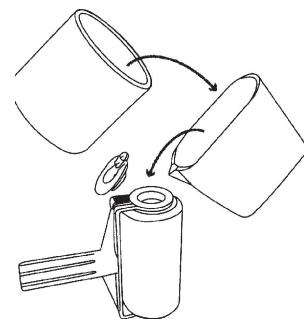

Fig.1
3. Despeje até 900 ml de tinta no Paint Runner usando o jarro Easy Pour (Fig. 1).